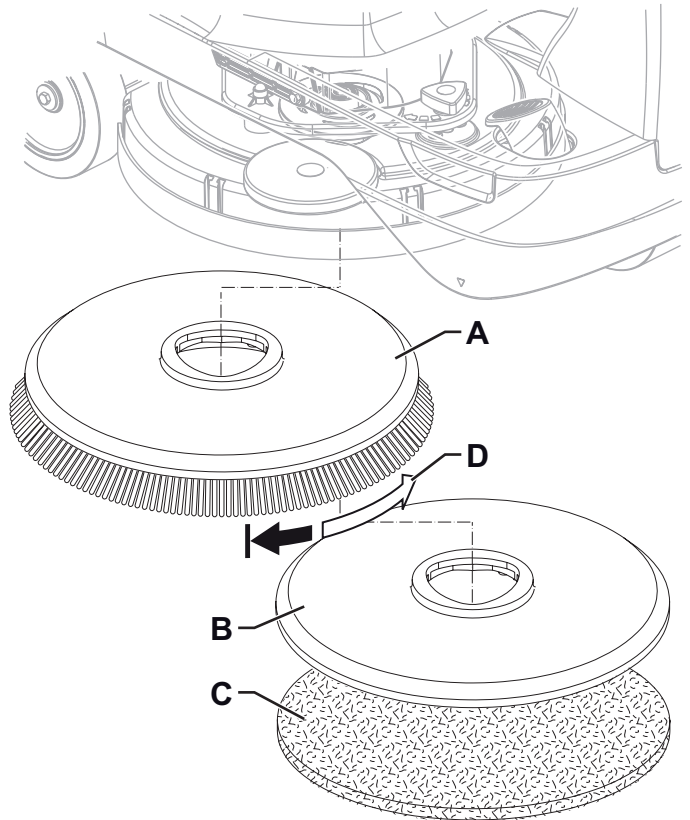

Figure 2
1. Sur la machine, et la brosse (A, Fig. 2) et le plateau support disque (B) avec disque (C) peuvent être installés, en fonction du traitement à effectuer sur le sol.
2. Positionner la brosse (A) ou le plateau support disque (B) sous la tête porte-brosses (7).
3. Positionner la clé de contact (41) sur « I ».
4. Appuyer sur le bouton (42) pour abaisser la tête sur la brosse.
5. Pour accrocher la brosse, appuyer sur la pédale de marche (2). Si besoin est, répéter la procédure jusqu'à l'accrochage de la brosse.
6. Pour déposer la brosse il faut soulever la tête en appuyant sur le bouton-poussoir (42), puis décrocher manuellement la brosse du moyeu en la faisant tourner dans le sens de rotation (D).